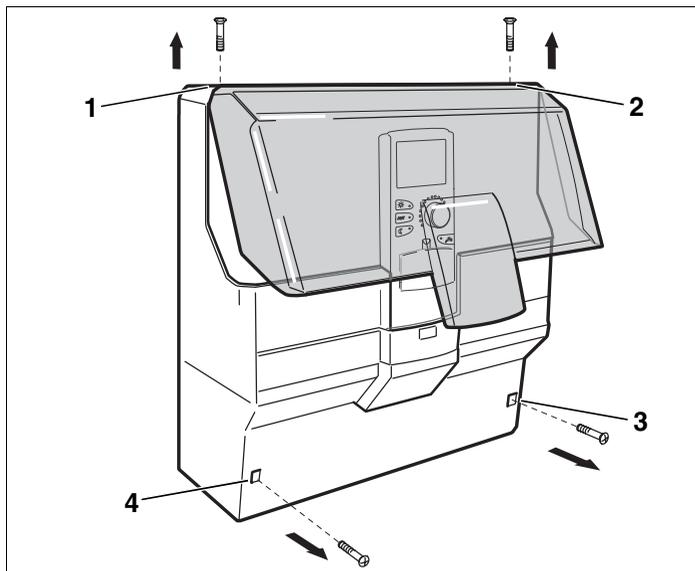

Fig. 2 Retirer le couvercle
- Dévisser 2 vis sur le couvercle supérieur (fig. 2, **pos. 1 et 2**).
- Dévisser 2 vis sur le boîtier (fig. 2, **pos. 3 et 4**).